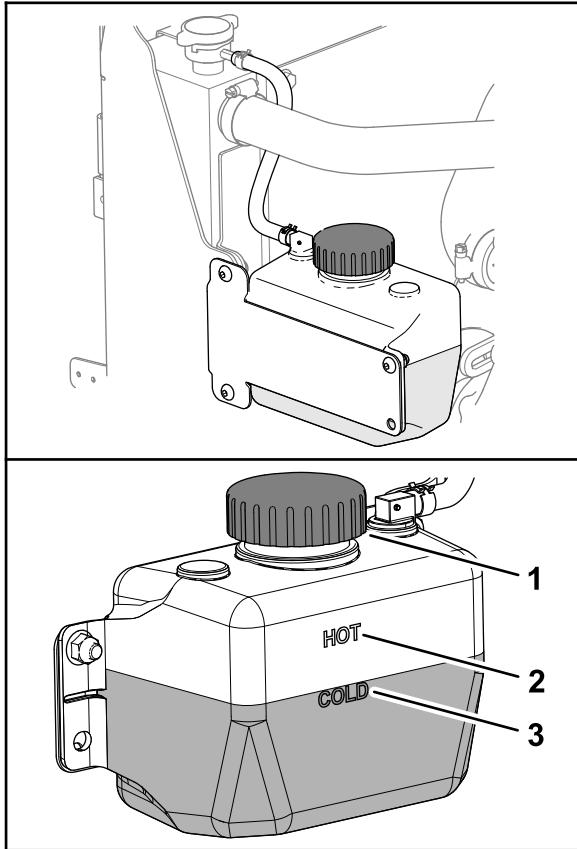

Bild 135
3. Prüfen Sie den Kühlmittelstand im Behälter (Bild 135).